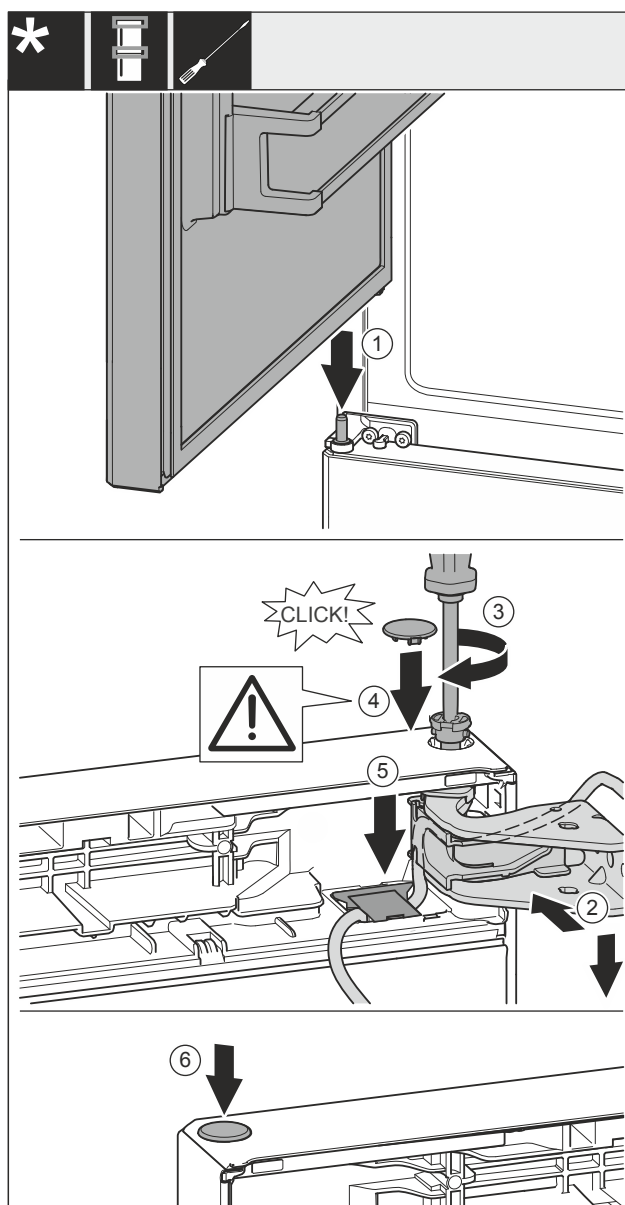

Fig. 60
- ▶ Posizionare la porta superiore sul cuscinetto di supporto centrale Fig. 60 (1).
- ▶ Allineare la porta superiore all'apertura nella staffa di supporto Fig. 60 (2).
- ▶ Inserire i perni Fig. 60 (3) e stringerli con un cacciavite.
- ▶ Inserire la copertura Fig. 60 (4).
- ▶ Controllare che la copertura Fig. 60 (4) poggi sulla porta.
- ▶ Inserire la copertura Fig. 60 (5) e spingere verso il basso, finché non si innesta.
- ▶ Inserire la copertura Fig. 60 (6).